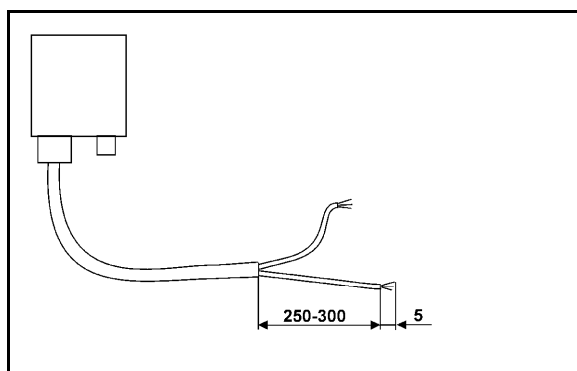

Fig. 3
Exempel (Fig. 3/6)
3. Skala kabeländan (Fig. 3) ca 250 till 300 mm
- Avisolera 5 mm på båda kabeländar (Fig. 3).